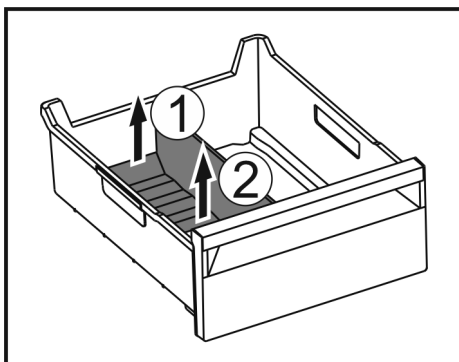

Fig. 144
- ▶ Levantar la parte posterior del separador para congelador. Fig. 144 (1)
- ▶ Extraer el separador para congelador hacia arriba. Fig. 144 (2)